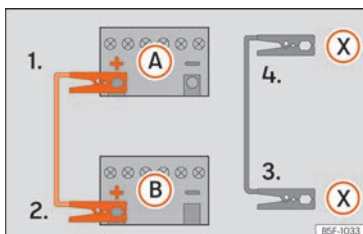

Fig. 69 Esquema de conexión para vehículos con sistema Start Stop.
- 4b. En los vehículos con sistema Start-Stop: emborne un extremo del cable negro de emergencia (X) a un terminal de masa adecuado, a una pieza de metal maciza que vaya atornillada al bloque motor o al mismo bloque motor » » » fig. 69.
5. Emborne el otro extremo del cable negro de emergencia (X), en el vehículo con la batería descargada, a una pieza de metal maciza que vaya atornillada al bloque motor o al mismo bloque motor pero lo más alejado posible de la batería (A).